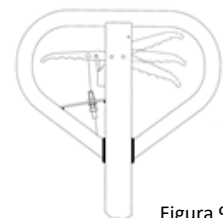

Figura 9
- Si las horquillas no bajan cuando la palanca de control está en la **posición inferior**, gire la tuerca de ajuste en el sentido de las agujas del reloj hasta que al levantar la palanca de control se bajen las horquillas. A continuación, compruebe la **posición neutra** según la figura 9 y asegúrese de que el tornillo de ajuste esté en la posición correcta.